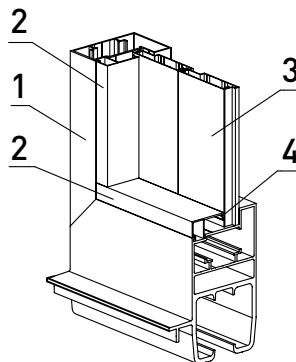

Рис. 38. Установка штапиков с уплотнителем FRK12:
1. По контуру установить штапики 2 совместно с уплотнителем 4 (рис. 38).